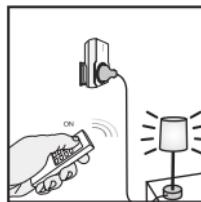

Рисунок 5. Управление при помощи пульта
5.4. Для использования светильника или электро-прибора нажмите кнопку ON на пульте управления, чтобы включить приемник. Нажмите кнопку OFF, чтобы его выключить (рисунок 5).